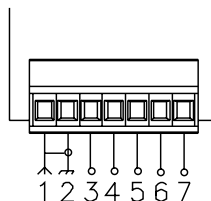

FIG.2
- Extraire la barrette de connexion du circuit et réaliser les raccords en observant les indications de la fig. 2 ; replacer ensuite la barrette de connexion ;